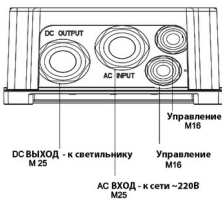

Рисунок 4. Кабельные разъемы блока питания.
- Завести питающий кабель светильника в соответствующий кабельный ввод М25 блока питания (см. рисунок 4). Подключить к соответствующим клеммам блока питания (соблюдать маркировку проводов) – в соответствии с рисунком 5.
Завести сетевой кабель через соответствующий кабельный ввод М25 блока питания (см. рисунок 4). Подключить к соответствующим клеммам блока питания (соблюдать маркировку проводов) – в соответствии с рисунком 5: